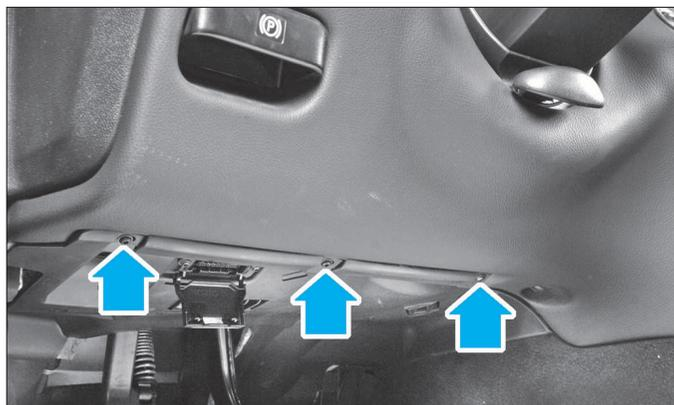

FIG. 23
- les 3 vis (Fig.23) de garniture inférieure de planche de bord.